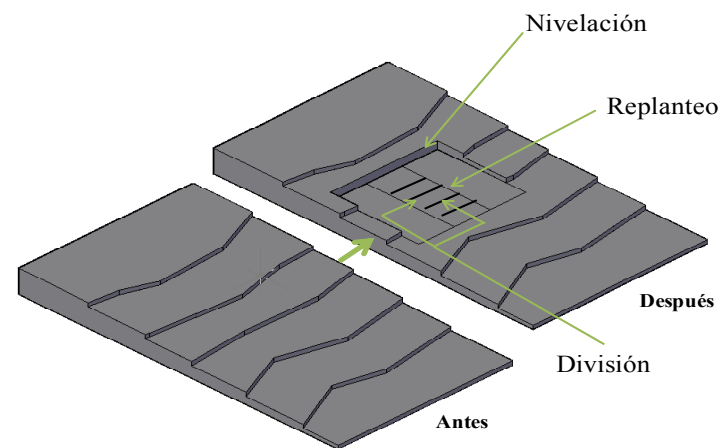

Fig. 5 Preparación del terreno
4.- Replantar el terreno: Se dibuja en el piso un rectángulo con las medidas de la superficie que va ocupar el invernadero. Los ángulos en las esquinas deben ser de 90° (Fig. 5)